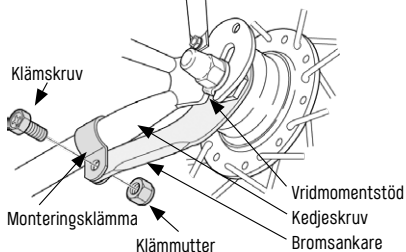

Fig. 3/21 Bromsankare, källa: Shimano
- Fotbromsar har ett bromsankare („Fig. 3/ Bromsankare, källa: Shimano“ auf Seite 21) som stöds av ramens kedjestag. För att det ska fungera korrekt måste det vara ordentligt monterad med hjälp av en fästklämma eller direkt på kedjestaget.